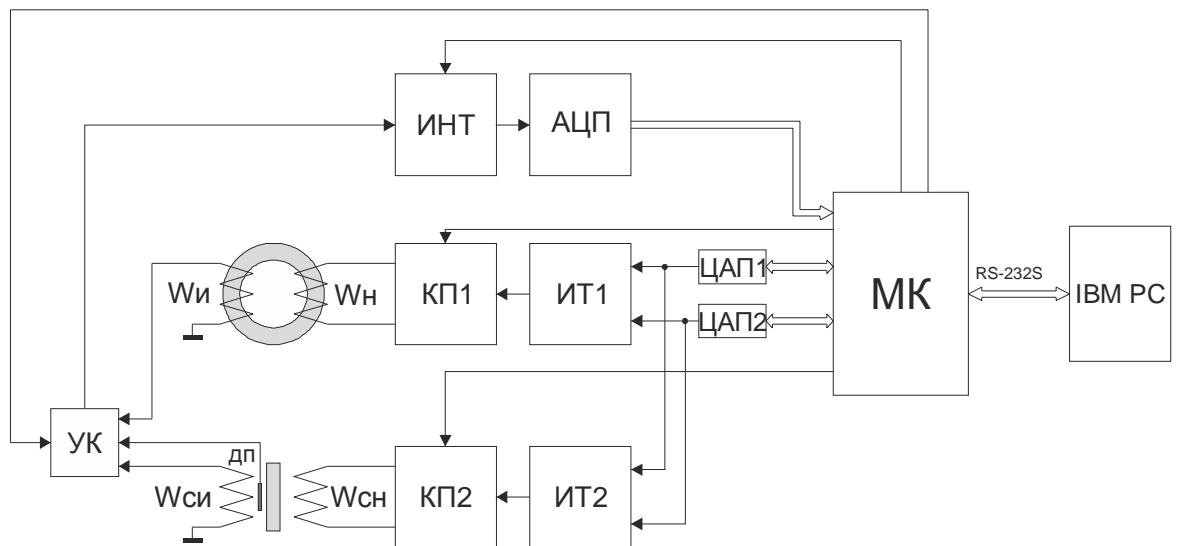

Рис. 1 Функциональная схема установки МК-ЗЭ
1.4.2 Функциональная схема установки приведена на рис.1.
На рис.1 приняты обозначения: